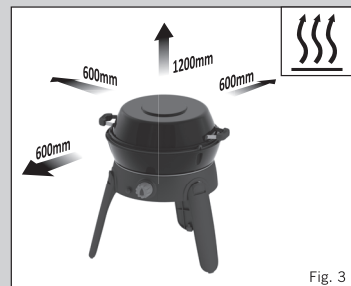

Fig. 3
- Asegúrese de utilizar el aparato lejos del material inflamable. Las distancias mínimas de seguridad son: Sobre el aparato 1,2 m. Detrás y a los costados 600 mm. (Ver la Fig. 3)